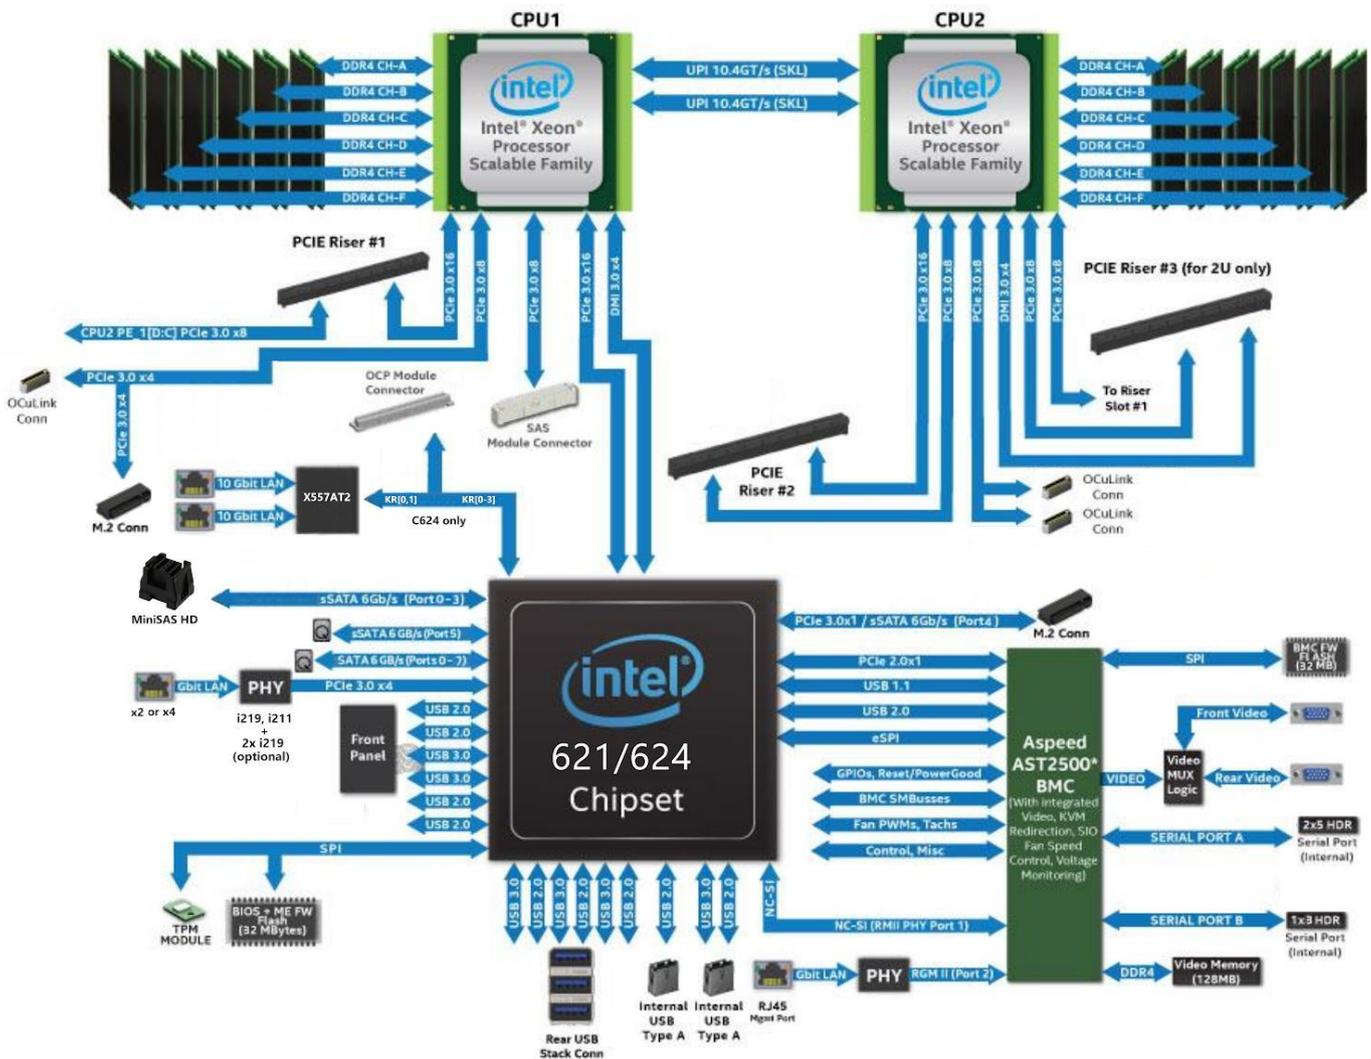

Рисунок 4-6. Блок-схема архитектуры серверной платы QTECH 469555.005
- Перемычка (см. рис. 4-6) режима восстановления заставляет BIOS загружаться в режиме восстановления.